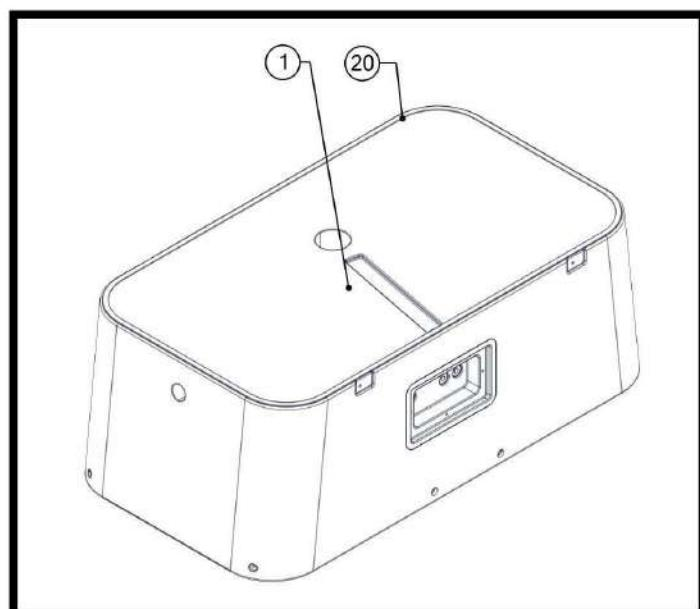

Рис. 3
- 1) Наклейте уплотнительную ленту поз. 20 по периметру нижней части поилки поз.1 как показано на рис.3.